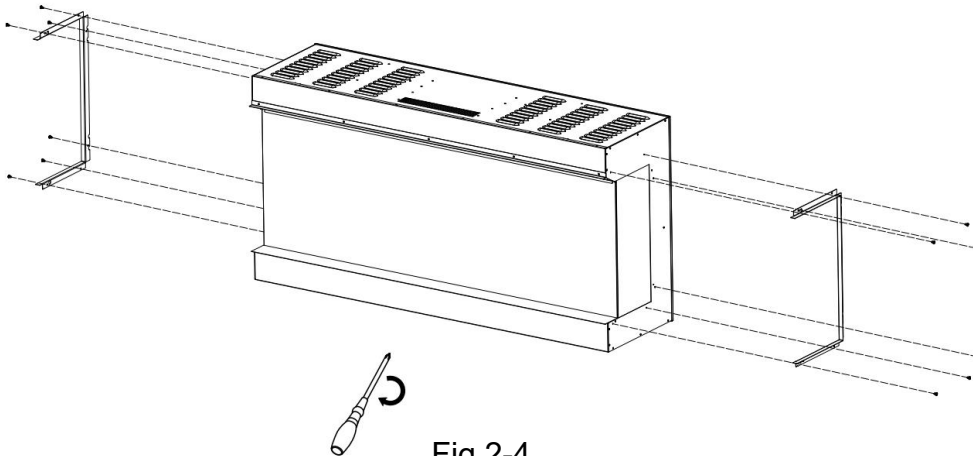

Fig.2-4
3. Fixer à nouveau les barres de protection une fois les panneaux enlevés. Fig.2-4